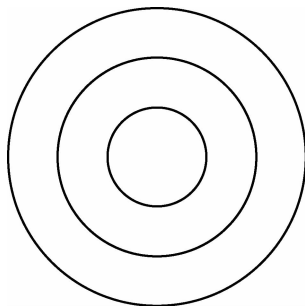

图 5-15 绘制半径为 200 mm 的圆
(3)绘制半径为 200 mm 的圆,如图 5-15 所示。